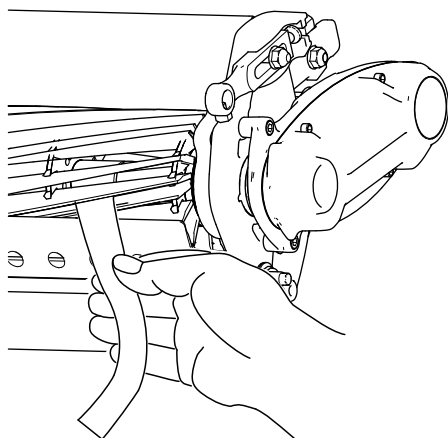

図 6
- B. 刃合わせチェックペーパー Toro P/N 125-5610 を、リールとベッドナイフとの間に入れてベッドナイフに対して直角にセットし (**図 6**)、リールを **ゆっくりと** 前転させる紙が切れれば適切。切れなければステップ **A** と **B** を繰り返す。
11. 刃合わせチェックペーパー Toro P/N 125-5610 を、リールとベッドナイフとの間に入れてベッドナイフに対して直角にセットし (図 6)、リールを ゆっくり と前転させる紙が切れれば適切。左右のベッドバー調整ねじをそれぞれ1クリックだけ締め、もういちど紙を切るテストを行う。紙が切れるまでこれを繰り返す。